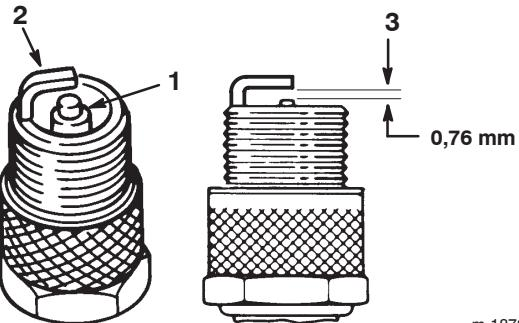

Figure 30
1. Inspectez le centre de la bougie (Fig. 30). Si le bec de l'isolateur est recouvert d'un léger dépôt gris ou brun, le moteur fonctionne correctement. S'il est couvert d'un dépôt noir, c'est généralement signe que le filtre à air est encrassé.
2. Contrôlez l'écartement entre les électrodes centrale et latérale (Fig. 30) et pliez l'électrode latérale si l'écartement est incorrect.